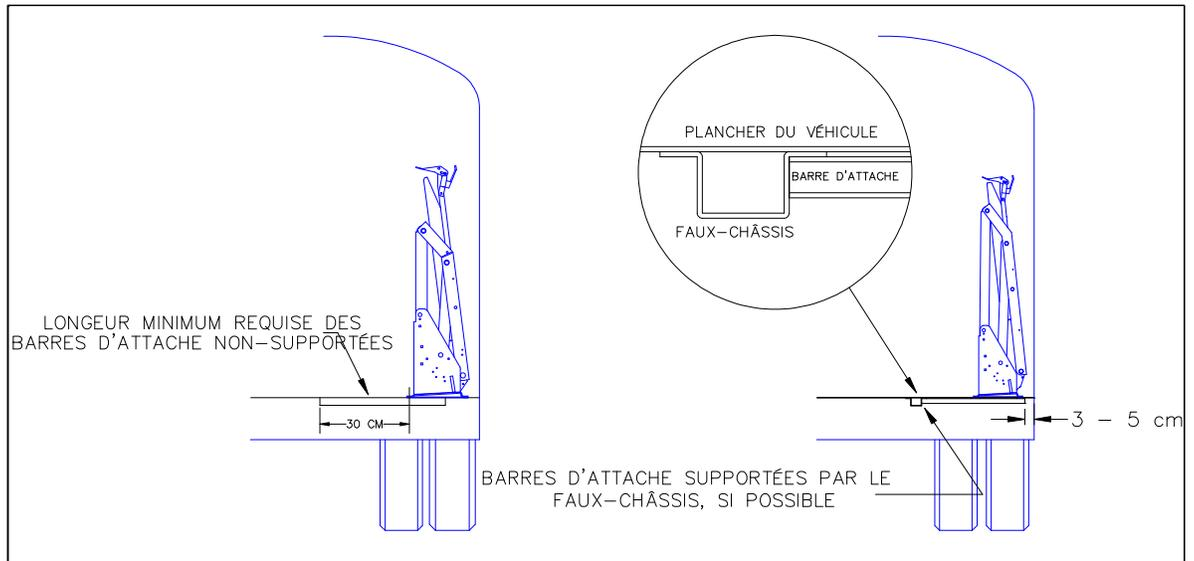

FIGURE 2-7: ARRANGEMENT DES BARRES D'ATTACHE
Référez à la **Figure 2-7**. Étant donné que les barres d'attache sont utilisées pour répartir la charge. Elles ne devraient qu'être coupées seulement pour dégager une partie du faux-châssis en cas d'absolue nécessité. Une partie du faux-châssis devrait être employée pour appuyer une barre d'attache lorsqu'il s'avère possible.
- Référez à la **Figure 2-7**. Ouvrez complètement la(les) porte(s) et placez l'élévateur le plus près possible du seuil de la porte. La base de l'élévateur doit être parallèle avec le seuil de la porte. Assurez-vous que l'élévateur est centré par rapport à l'ouverture et espacez de 4 –6 cm le point le plus rapproché de l'élévateur et du seuil de la porte.